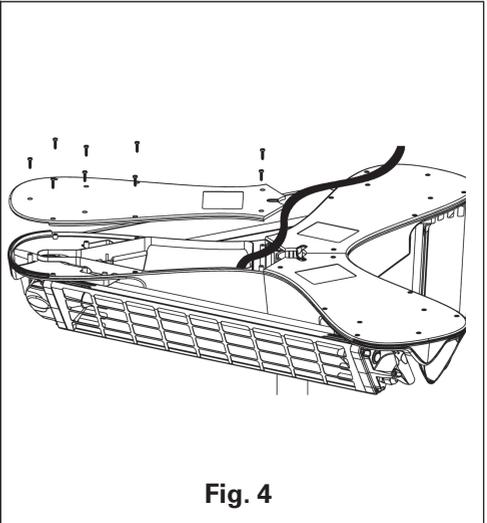

Fig. 4
1. Desaparafusar os 9 parafusos da tampa que tem a etiqueta dos dados da placa (fig. 4).
- De acima (mod. 769 e 769S) passando pela abertura e o passa-cabo (fig. 4).